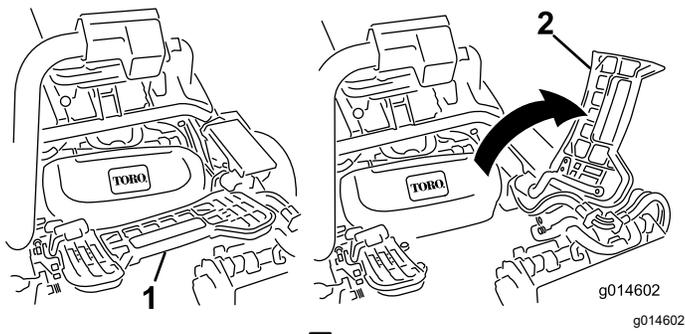

図 55
2. フットレストを跳ね上げて開き、中央カuttingユニット取り付け位置へのアクセスを確保する 図 55。